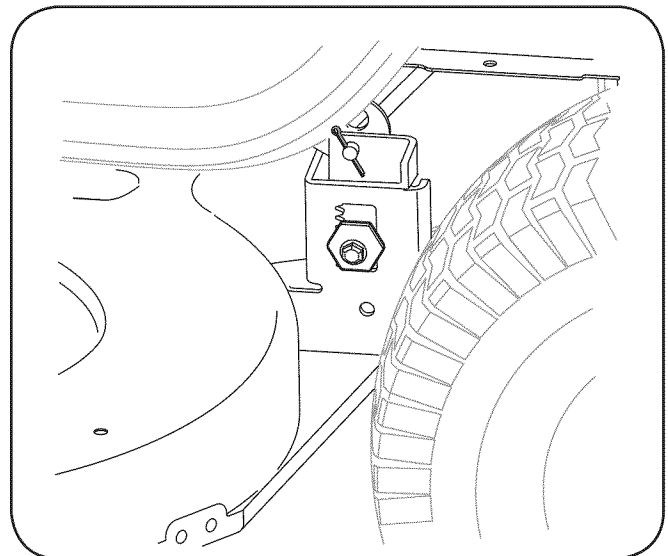

Figura 7-3
5. **El 38" & 42" Cubiertas:** En cuanto a la plataforma de corte desde el lado izquierdo del tractor, busque el pasador que sujeta la vara de apoyo de cubierta en la parte trasera izquierda de la cubierta. Véase la Figura 7-3. Quite la chaveta que sujeta la vara de apoyo de cubierta, y retire con cuidado el apoyo de la cubierta de los brazos de elevación de la cubierta.